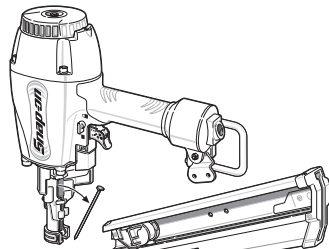

Figura 10
4. Deslice el cartucho hacia atrás y vuelva a afianzar los tornillos hexagonales (Figura 10).